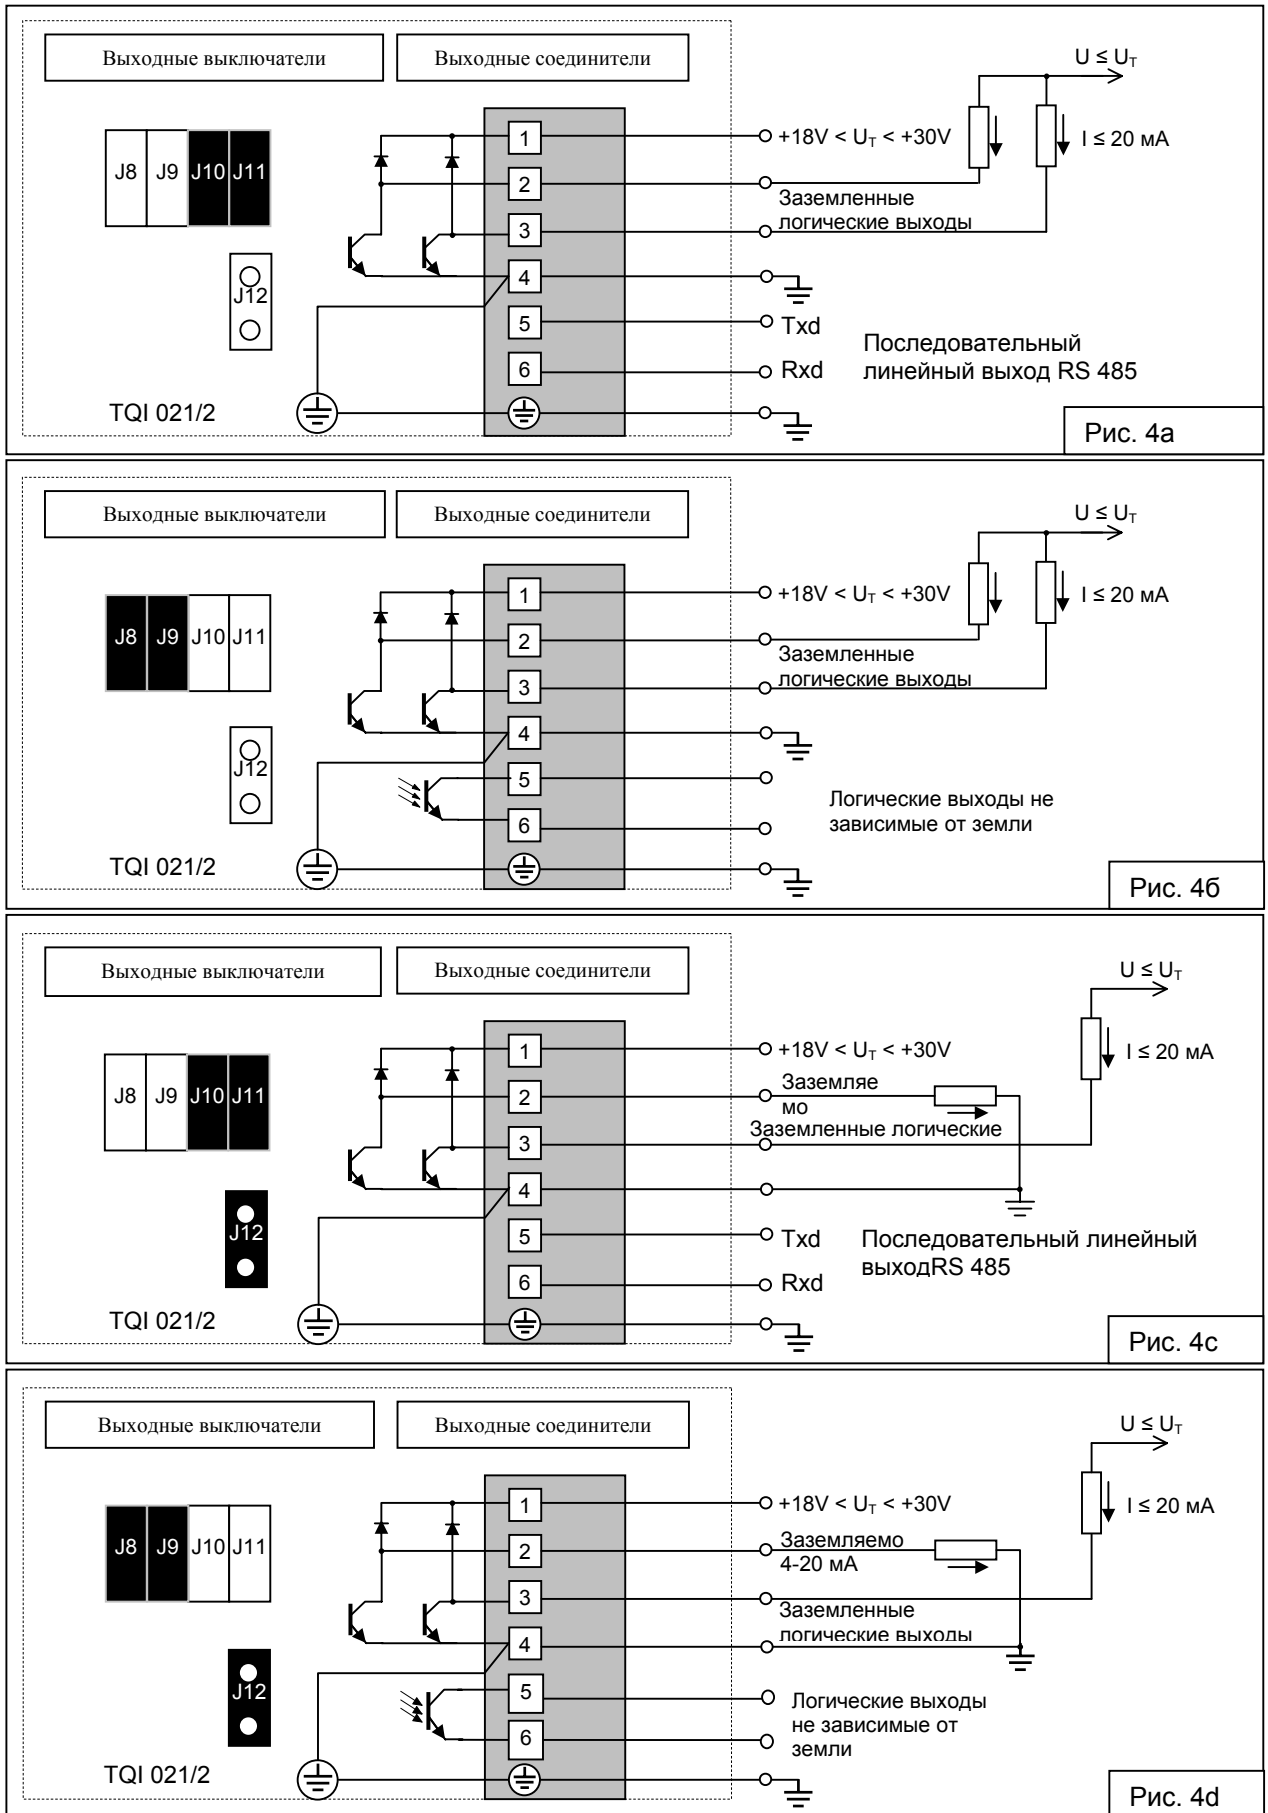

Рис. 4. Возможные виды выходных сигналов и их подсоединение
- выход управления дозированием (OC2, рис. 4) переходит в состояние заземления ("0").
- заземление выхода управления дозированием (рис. 4) прекратится (переходит в состояние "1").
- выход управления дозированием (рис. 4) снова переходит состояние заземления ("0"),
- заземление выхода управления дозированием (рис. 4) находится в незаземленном состоянии "1",
Если запуск дозирования происходит при помощи внешних сигналов, то остановка и последующий запуск происходит мин. через 1 секунду с помощью нового сигнала (рис. 4в и 4с). Дозирование не приостанавливается при помощи кнопок на передней панели, если запуск произведен внешними сигналами.
Соединить входы и выходы прибора соответственно желаемой задаче (рис.3, рис. 4).
Проверить установку входных и выходных выключателей (рис. 3, рис. 4).